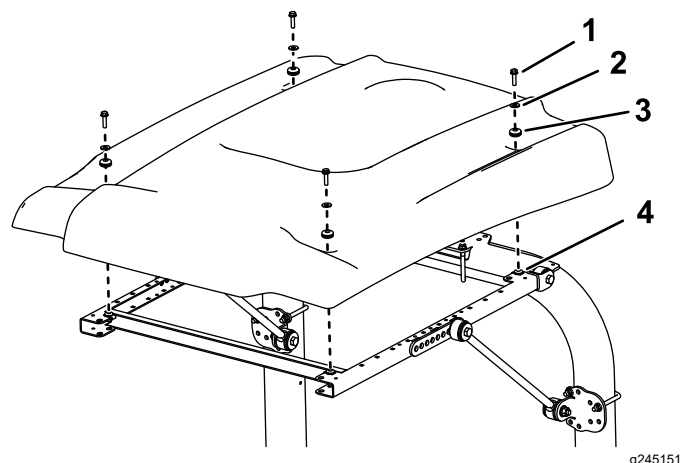

Figura 6
10. Alinee los taladros de montaje y posicione el toldo sobre el bastidor, según se muestra en Figura 6.
11. Sujete provisionalmente cada esquina del toldo al bastidor con un perno con arandela prensada ($\frac{5}{16}$ " x 1"), una arandela pequeña y un anillo de goma (Figura 6).